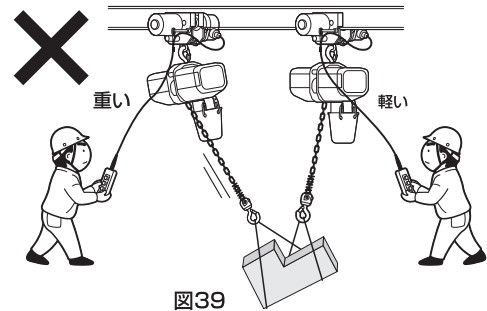
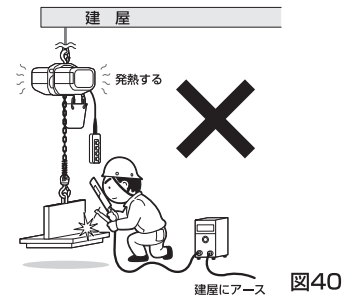

図39
図40
- (20) 共づりする場合は、それぞれの1台のチェーンブロックでその荷をつる定格荷重のものを使用してください。
- (21) 2台の電気チェーンブロックで、1つの荷をつる場合は、ロードチェーンが鉛直線に対して、大きな角度を成している状態や荷の重心位置が2つのつり上げ位置のどちらかに極端に接近している状態では電気チェーンブロックに想像以上の負荷がかかりますので十分注意してください。(図39)
- (22) つり荷の反転作業はやらないでください。
- (23) 宙づりした荷を電気溶接しないでください。(図40)
- (24) ロードチェーンに溶接機のアースを接続しないでください。
- (25) ロードチェーンに溶接用電極を絶対に接触させないでください。
- (26) 建屋の溶接工事を行う場合、電気チェーンブロックが溶接のアース経路にならない様にしてください。
- (27) 押ボタンスイッチの指示と違う方向に動くときは直ちに運転をやめてください。
- (28) 作業者が有資格者であるか。資格書を携帯しているか。資格を取得されていない方は、絶対に使用しないでください。また使用させないでください。